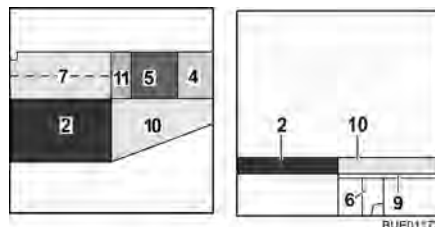

Fig. 123 Dopo la trasformazione
- Posizionare il cuscino del divano (Fig. 123,5) al centro.
- Posizionare il cuscino dello schienale (Fig. 123,4) tra il cuscino del divano e la parete.
- Posizionare il cuscino aggiuntivo (Fig. 123,11) tra il cuscino del divano (Fig. 123,5) e il cuscino aggiuntivo (Fig. 123,7).
- Posizionare il cuscino aggiuntivo (Fig. 123,10) sull'allargamento letto.